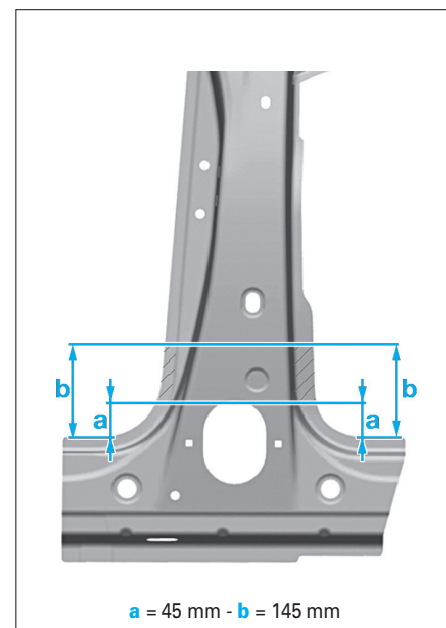

FIG. 85
- Repérer les zones dans lesquelles il ne faut pas souder pour des raisons de sécurité (Fig.85)